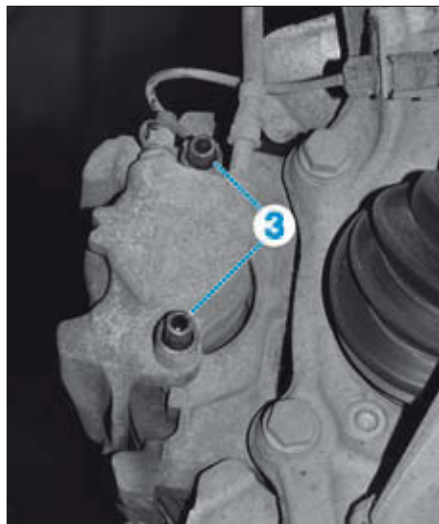

FIG. 3
- Déposer les capuchons des vis de colonnettes (3) (Fig.3).
- Dévisser les colonnettes (3).